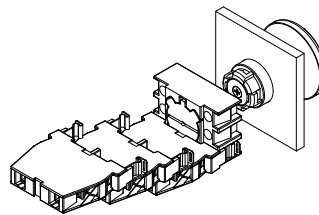

図 2
- 接点ブロックEFをフランジの1から3の位置にワンタッチで取り付けます(図2)。真ん中の位置(ポジション3)は、照光式の場合、照光ユニットのために空けておきます(図3)。